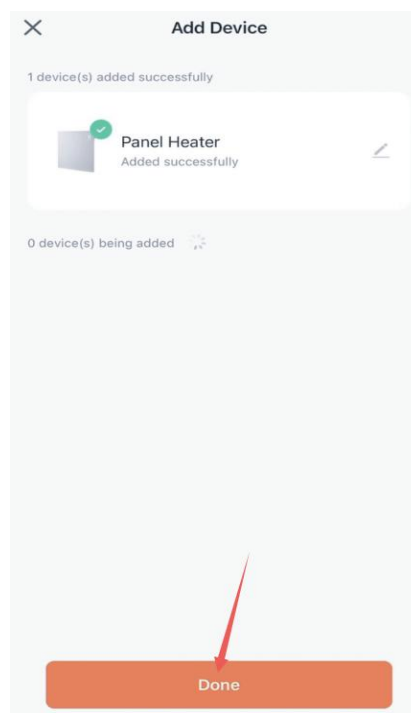

figura B-4
4. Attendere che l'APP si connetta al dispositivo fino a quando la connessione non viene stabilita con successo, come mostrato nella figura B-4.